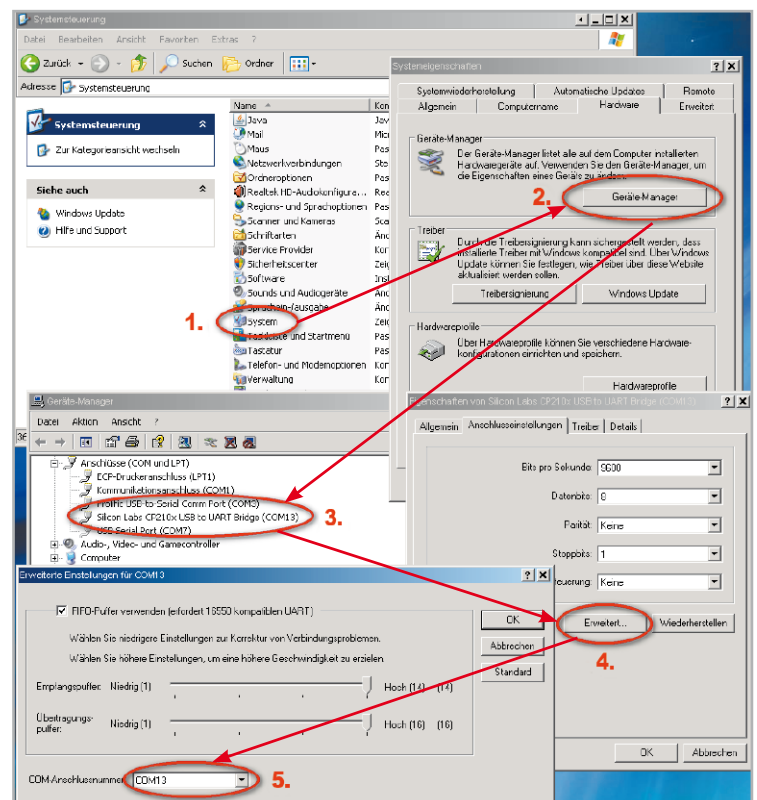

Bild 9: So erfolgt die Kontrolle und ggf. Änderung des zugewiesenen virtuellen COM-Ports unter Windows XP.
4. Nun ist im Windows-Geräte-Manager zu prüfen, welcher COM-Port dem Gerät zugewiesen wurde. Dieser lässt sich im Geräte-Manager über: „Eigenschaften“-> „Erweitert...“ ändern, siehe dazu Abbildung 9.